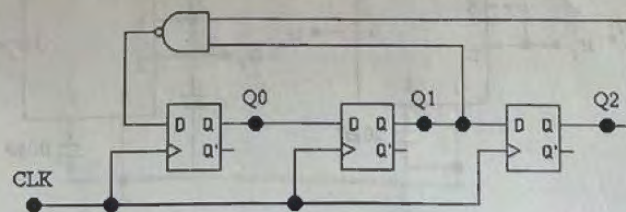

图 8
7. (10 分) 分析图 8 所示逻辑电路的逻辑功能。要求: (1) 给出电路的状态方程; (2) 给出完整的状态转换图; (3) 说明其逻辑功能。